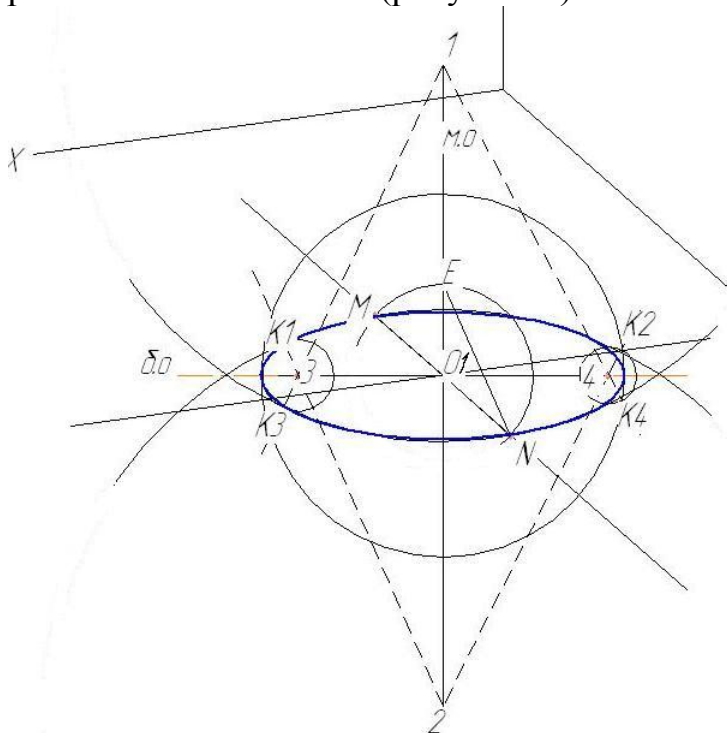

Рис. 10
- 1.14. Обозначить точками К точки пересечения прямых линий, проведенных из точек 1 и 2, с дугами, начерченными из этих же точек (рисунок10)
1.15.Из точек 3 и 4 соединить дугами К1 с К3, К2 с К4 радиусом равным расстоянию 3К или 4К (рисунок10)